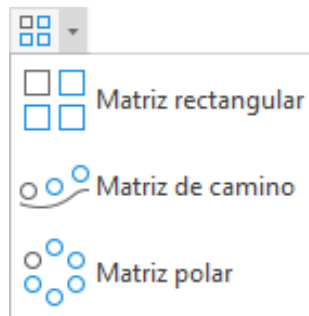

Figura 4.4. Pestaña de *Matriz*.
- **Matrices:** repite objetos mediante copia y aplicación de transformaciones geométricas (Figura 4.4).